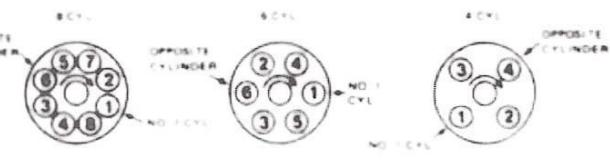

Рисунок 7
2. Подключите стробоскоп к проводу прямо напротив (180°) цилиндра №1 на крышке распределителя. (См. рис. 7).